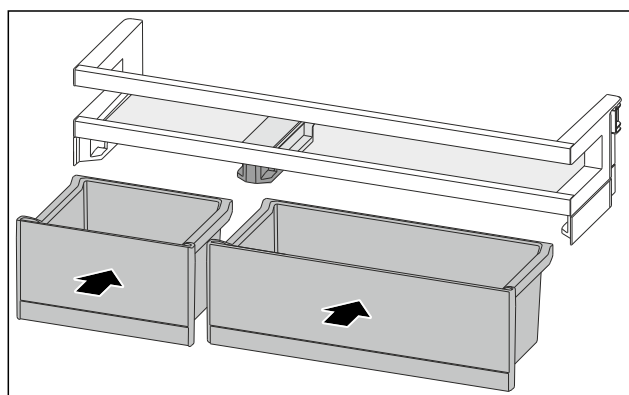

Fig. 86
- ▶ Vložte zásuvky VarioBox v zamenenom usporiadaní. (pozri Fig. 86)